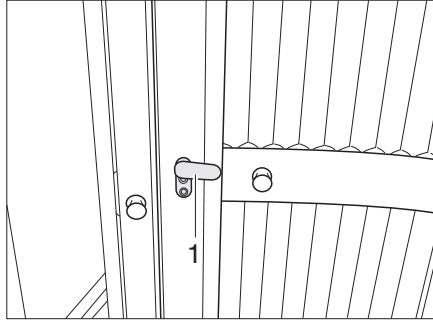

Bild 352 Vario-Toilette, Toiletten-Eingangstür
- Den Riegel (Bild 352,1) an der Toiletten-Eingangstür senkrecht stellen und das Innenteil der Toiletten-Eingangstür ausklappen.
- Das Innenteil zur Toiletten-Eingangstür drehen und zum Schließen den Riegel (Bild 352,1) waagrecht stellen.